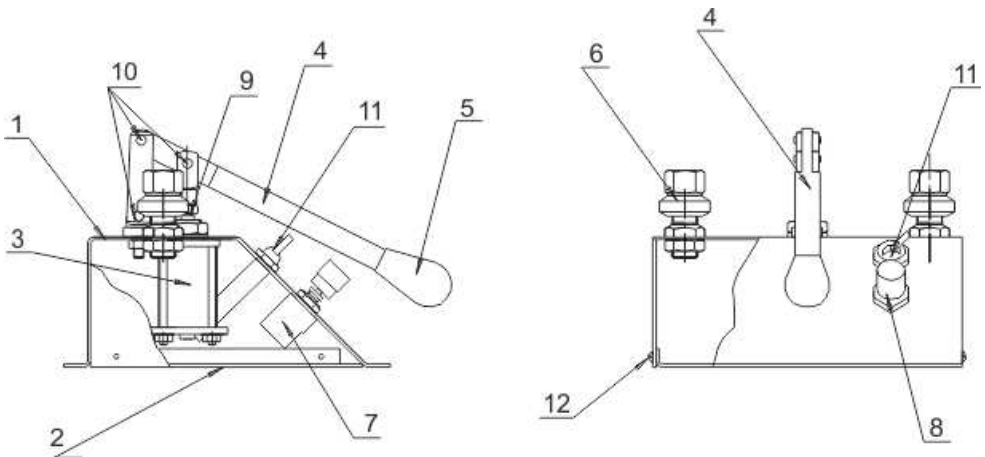

Рис. 1. Пневматическая установка для сравнительной калибровки:
Внешний вид устройства показан на рис. 1.
При ежедневном техническом обслуживании производят внешний осмотр, очищают от загрязнений и пыли сухой чистой ветошью. Проверяют наличие смазки на поверхности штока 9 (рис. 1) и в шарнирных соединениях 10. При её отсутствие или недостаточном количестве произвести смазывание соединений 10 консистентной смазкой ЛИТОЛ – 24 ГОСТ 21150-87, а поверхность штока 9 консистентной силиконовой смазкой (не аэрозоль)
- открутите винты 12 (рис. 1) и снимите нижнюю крышку 2;